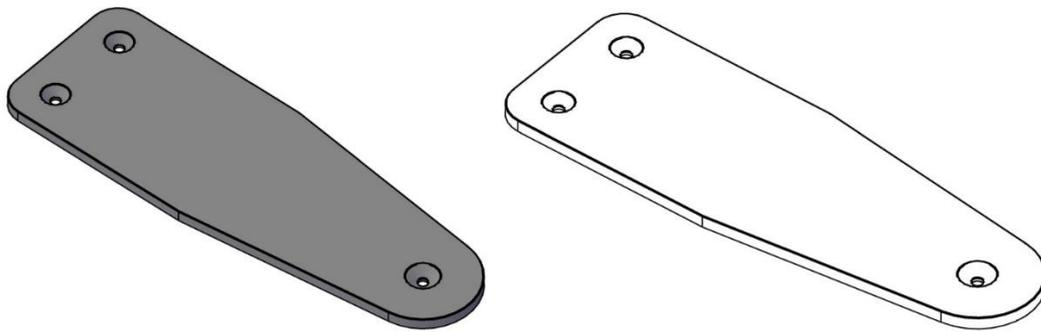
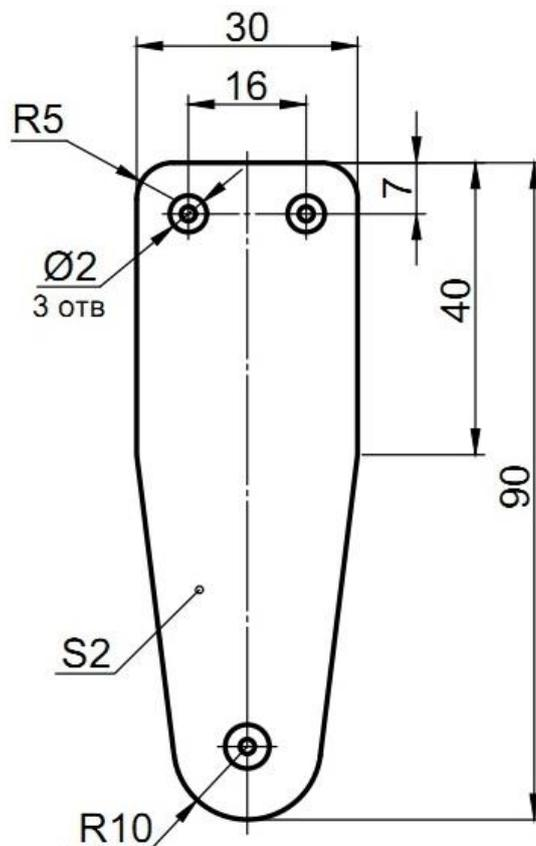

Рис. 1
Рис.2
1. По данному образцу (Рис. 1) и эскизу (Рис. 2) изготовить пластину;